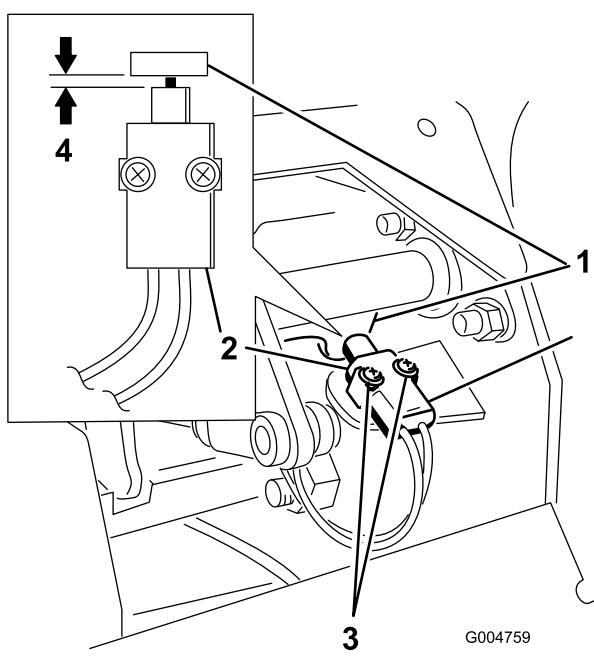

図 56
4. ブレーキ・シャフトのタブとインタロック・スイッチのボディーとの距離が 0.4~1 mm になるように、スイッチの位置を調整する（図 56）。